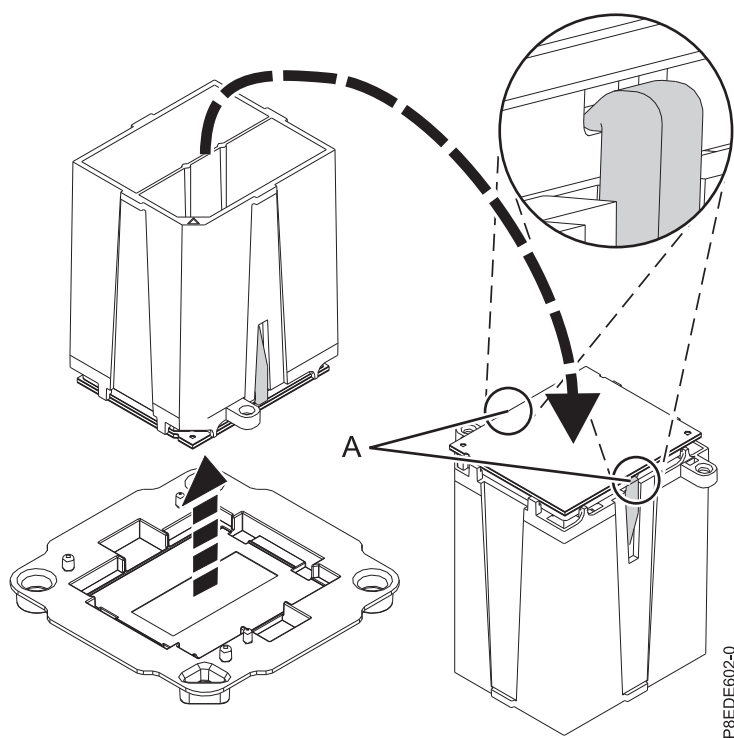

図 14. システム・プロセッサ・モジュールが確実にツールにロックされていることを確認
5. ツールとシステム・プロセッサ・モジュールの両端をつかみ、慎重に持ち上げてシステム・プロセッサ・モジュール・トレイから少し出します。次に、システム・プロセッサ・モジュール側が上を向くように裏返します。両方のツールあご部 **(A)** がシステム・プロセッサ・モジュールをしっかりつかんでいることを確認します (16 ページの図 14 を参照)。